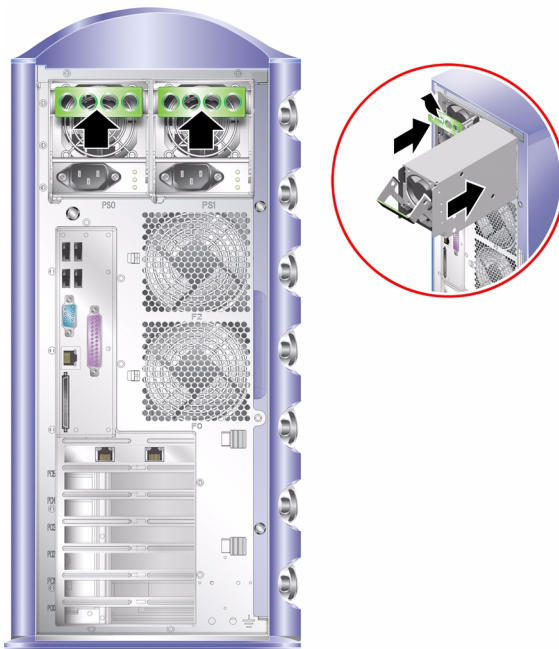

FIGURA 2-5 Reemplazo de la unidad de alimentación eléctrica
8. Empuje la palanca hasta que encaje completamente. Consulte la FIGURA 2-5.